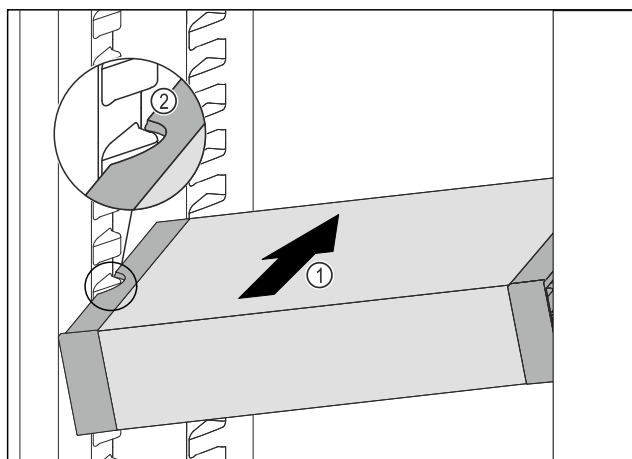

Fig. 124
- Predal VarioSafe potiskajte poševno v hladilnik Fig. 124 (1), dokler stranska izreza Fig. 124 (2) predala VarioSafe nista na višini nastavka za posodo v hladilniku.